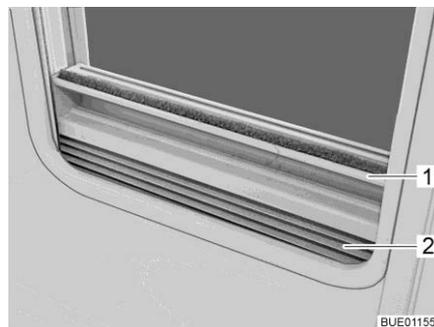

Fig. 65 Estor plegable
- Cerrar:** ■ Sujetar el estor plegable (Fig. 65,2) por el centro del agarradero (Fig. 65,1), tirar de abajo a arriba y soltarla a la altura deseada. El estor plegable se queda fijo a esta altura.